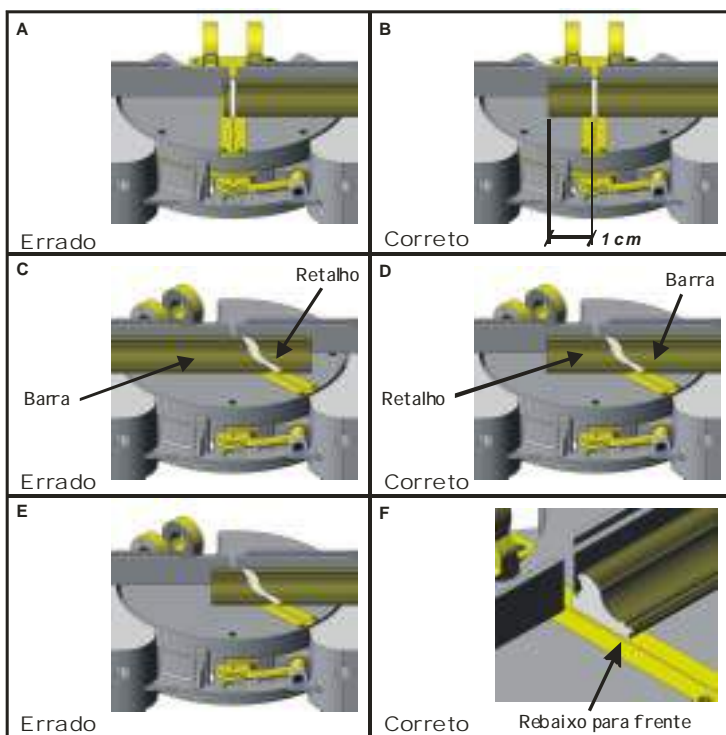

Figura 01
- ✓ Ao cortar perfis com rebaixo, onde este deva ficar voltado para o lado interno do quadro (ex. molduras), este deve ser cortado com o rebaixo voltado para o operador, figura 01 (F). Deve ser evitado o corte conforme figura 01 (C), pois o retalho (sobra) poderá colidir com a lâmina de serra, e ou trancar entre a lâmina e as réguas da máquina, ocasionando o choque da lâmina com demais peças da máquina.
- ✓ Ao cortar o perfil deve-se deixar o retalho com, no mínimo 1 cm de apoio na régua, conforme figura 01 (B), a fim de garantir um bom acabamento, e melhorar a segurança durante o corte.